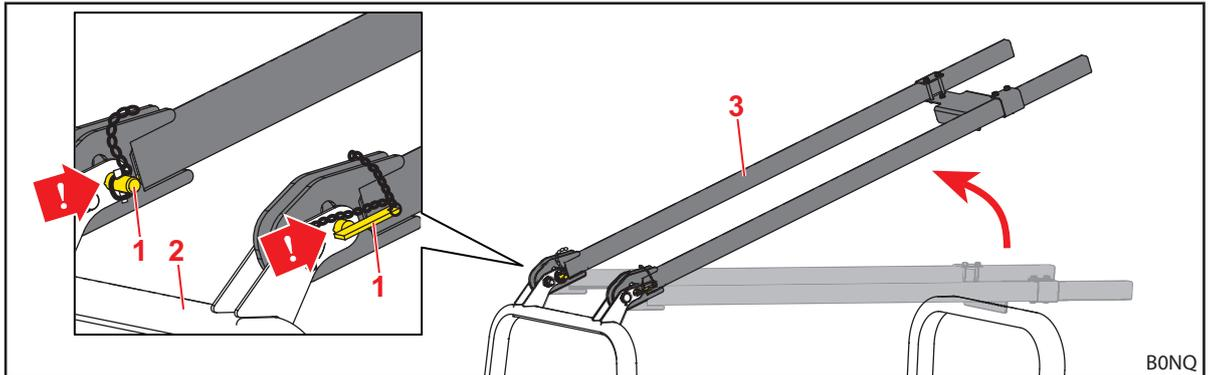

Рис. 40 Поднятые и зафиксированные в нижних отверстиях перекладины
- (1) Зафиксируйте длинные переключатели в нижних отверстиях.
- Зафиксируйте длинные переключатели стопорными пальцами в нижних отверстиях (см. Рис. 40).
- (2) Поднимите нижнюю дугу (см. описание руководство OPG без длинных переключателей в начале главы).
- (3) Опустите длинные переключатели.